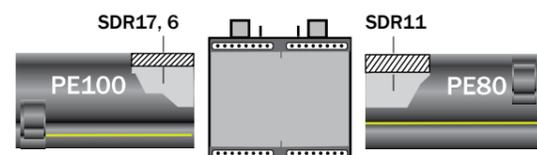

Рис. 18
- трубы из различных ПЭ материалов и с различной толщиной стенки (SDR) можно соединять с помощью электросварных муфт (см. рис. 18);